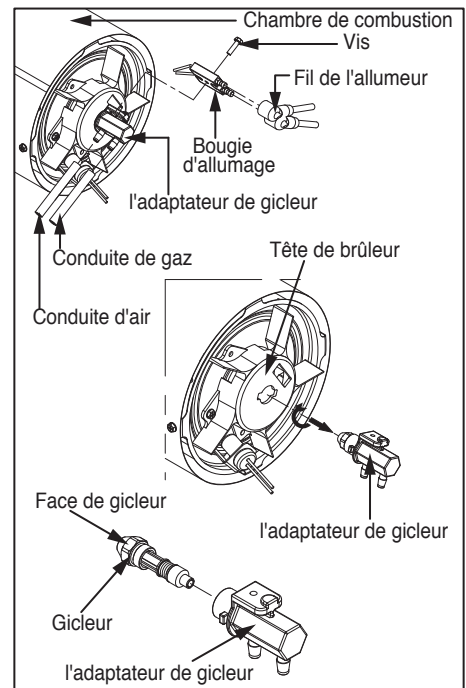

Figure 14. Remplacement de l'ajutage
- Tournez l'adaptateur de 1/9 de tour (40 °) dans le sens contraire des aiguilles d'une montre et tirez-le vers le moteur pour le retirer. (Consultez la figure 14.)